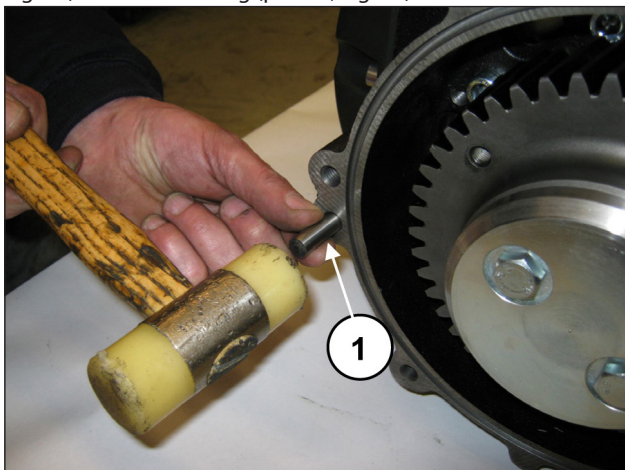
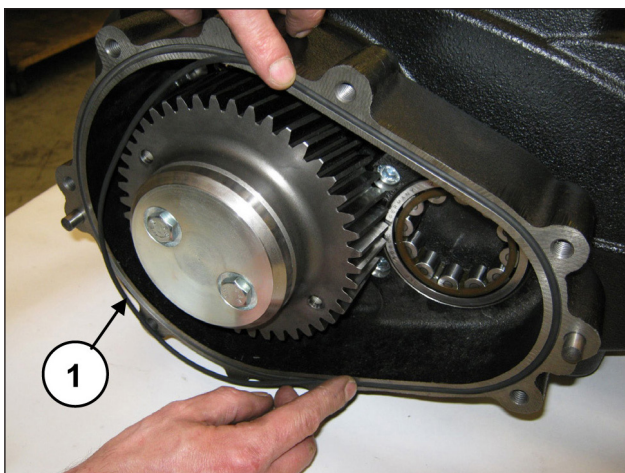

Fig. 78
Fig. 79
Applicare le 2 spine  $\varnothing 10 \times 24$  alla scatola riduttore (pos. ①, Fig. 78) e inserire l'O-ring (pos. ①, Fig. 79).